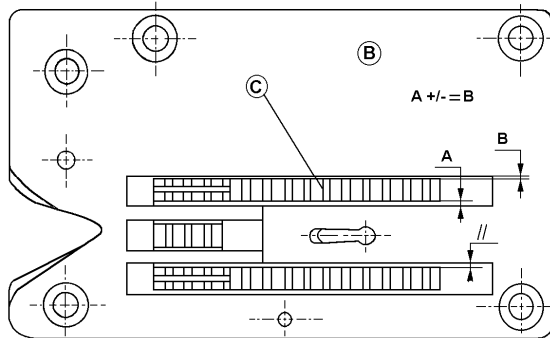

Fig : 19
Siehe Abbildung 19. Von oben auf die Beförderungsvorrichtung (C) blicken. Die Seiten der Beförderungsvorrichtung müssen parallel zu den Seiten der Schlitze in der Förderplatte (B) liegen.